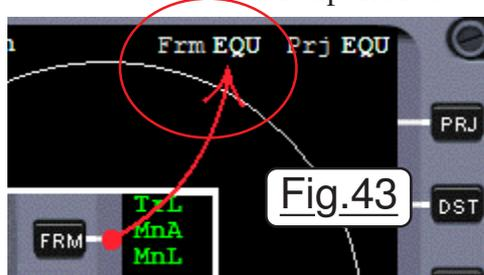

Fig.43
**ATTENTION : Pour lire correctement la valeur de l'inclinaison de l'orbite sur Orbit MFD, il faut IMPÉRATIVEMENT avoir configuré Frm EQU avec le bouton FRM comme montré sur la figure 43. Une autre technique consiste à prendre en compte l'expérience et à corriger l'azimut**